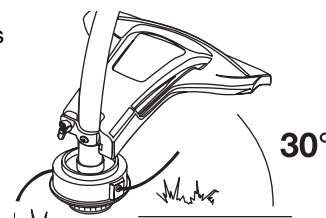

Fig. 12
La coupe décorative consiste à débayer la végétation autour des arbres, des bornes, des clôtures, etc. Tournez entièrement l'appareil de manière à ce que l'accessoire de coupe soit à un angle de 30° par rapport au sol (Fig. 12).
1. Tenez la bobine extérieure d'une main et dévissez le bouton de butée vers à droite (Fig. 12). Inspectez le bouton à l'intérieur du bouton de butée pour vous assurer qu'il se déplace librement. Remplacez le bouton de butée s'il est endommagé.